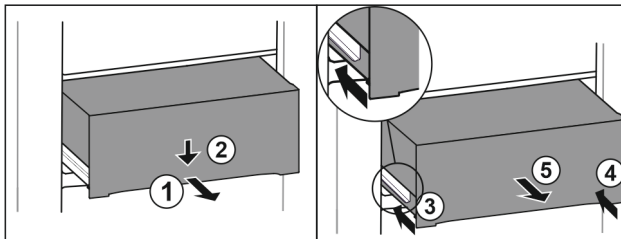

Fig. 171
- Schubfach halb herausziehen. Fig. 171 (1)
- Schubfach an der Vorderseite nach unten drücken. Fig. 171 (2)
- Linke Schiene etwa 2 cm einschieben. Fig. 171 (3)
- Rechte Schiene etwa 2 cm einschieben. Fig. 171 (4)
- Schubfach nach vorne entnehmen. Fig. 171 (5)